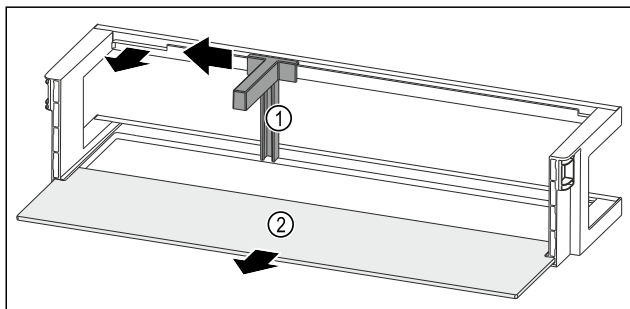

Fig. 133 Dveřní přihrádka s držákem lahví a odkládací plochou
- Držák lahví Fig. 133 (1) posuňte na stranu až k vybrání.
- Držák lahví Fig. 133 (1) odeberte.
- Odkládací plochu Fig. 133 (2) odeberte.